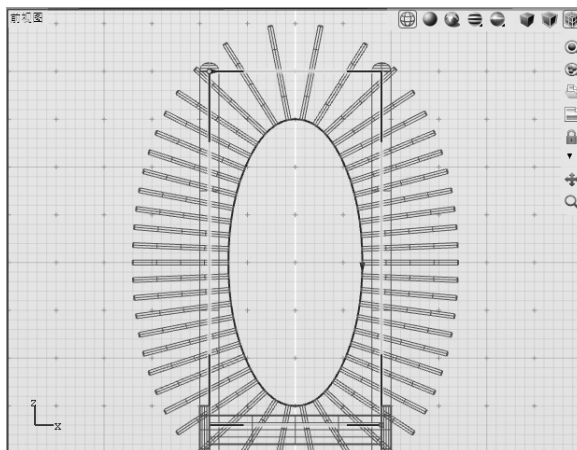

图 5-36 绘制矩形结果
2) 使用“矩形（角、角）”工具, 创建一个矩形，该矩形两个对角点位置如图 5-36 所示。